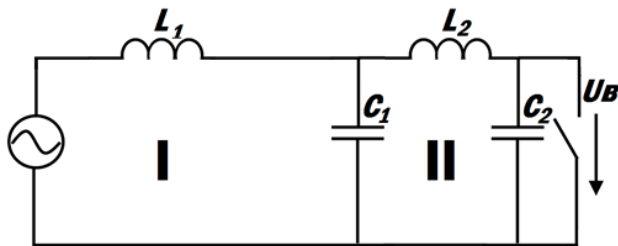

Figure 4 Двухчастотный контур
2.1. Рассчитать зависимость $U_{в} = f(t)$ для схемы на рис. 4 методом автономных контуров для $t = (160, 350, 650)$ мкс, приняв $L_1 = 0,056$ Гн, $L_2 = 0,028$ Гн, $C_1 = 0,5$ мкФ, $C_2 = 18200$ пФ, $R_1 = 1,4$ Ом, $R_2 = 2,3$ Ом. Определить угол сдвига фаз между током и напряжением.